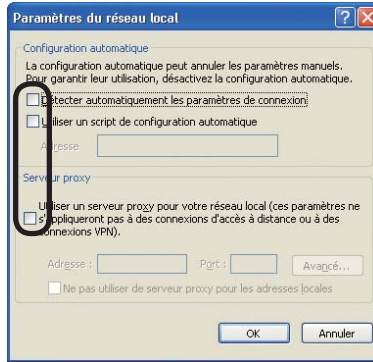

Fig. 2.2.3.c Fenêtre de "Paramètres du réseau local"
- 3) Décochez toutes les cases dans la fenêtre de "Paramètres du réseau local". (Fig. 2.2.3.c)